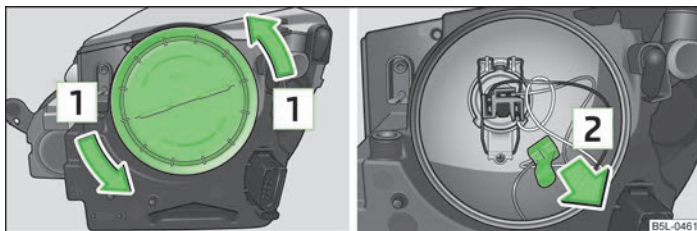

Fig. 168 Retirar la tapa de goma/Desmontaje del portalámparas para la luz de posición (faro halógeno)
- Girar la tapa protectora en dirección de la flecha **1** **ABRIR** » fig. 168 y retirarla.
- Sacar el portalámparas en la dirección de la flecha **2** » fig. 168.
- Girar la tapa protectora en dirección de la flecha **1** **ABRIR** » fig. 168 de la página 215 y retirarla.